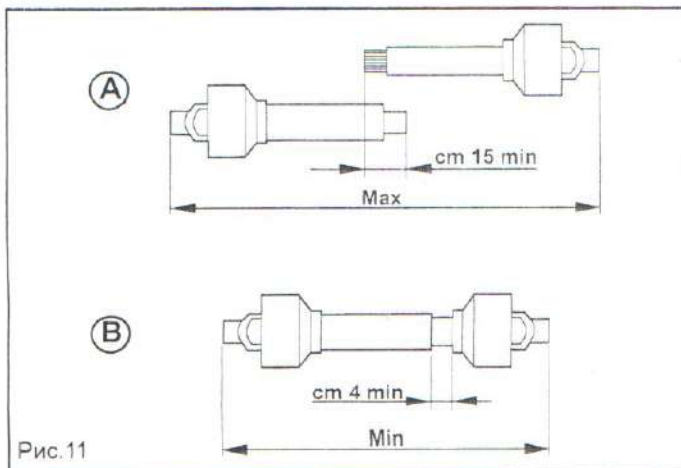

Рис.11
- Когда карданный вал выдвинут максимально, две трубы должны совмещаться минимум на 15 см (А, Рис.11). Когда он полностью вставлен, минимально допустимый зазор должен быть 4 см (В, Рис.11)